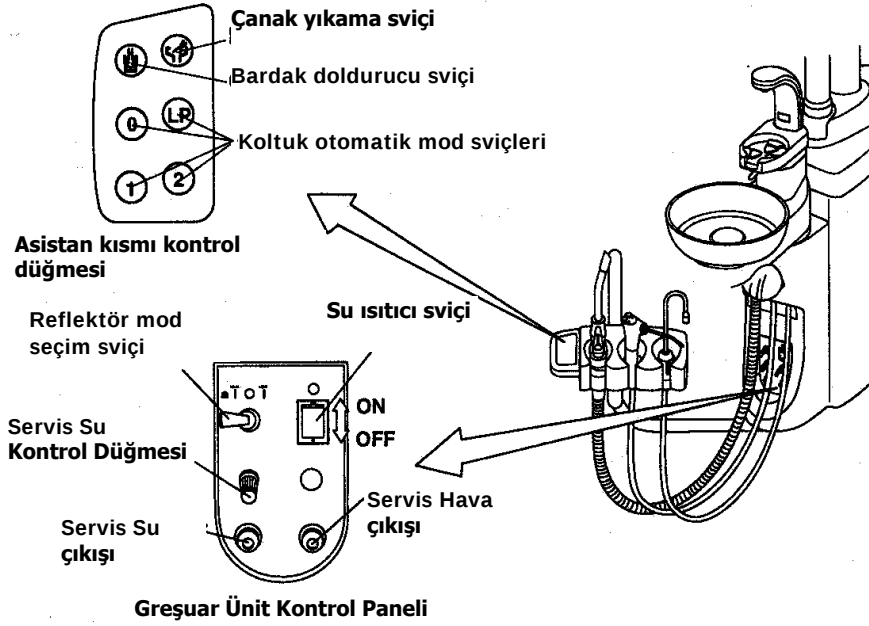

Fig. 3-17 Asistan Kısmı Kontrol Paneli ve Greşuar Ünit Kontrol Paneli
- (1) Asistan Kısmı Kontrol Paneli (Fig.3-17)
- (2) Greşuar Ünit Kontrol Paneli (Fig.3-17)
- B. Su Isıtıcı Sviç (Fig.3-17)
- C. Servis Su Çıkışı (Fig. 3-17)